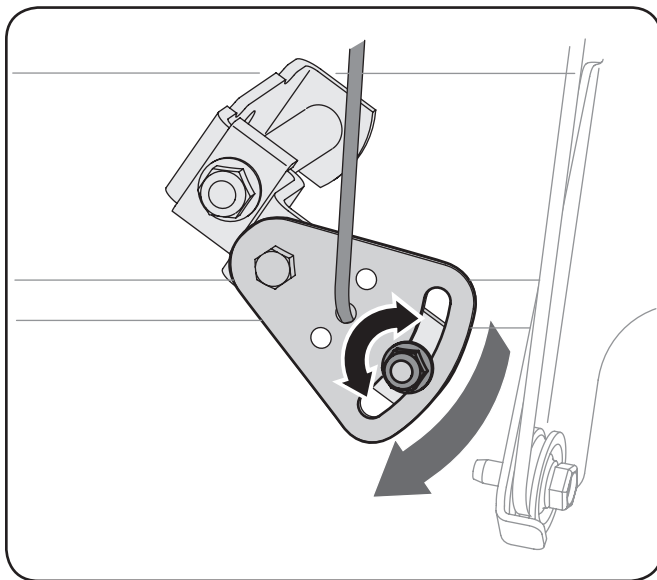

Figura 6-6
2. Afloje la tuerca hexagonal del soporte de posicionamiento del cable de cambios. Vea la Figura 6-6.